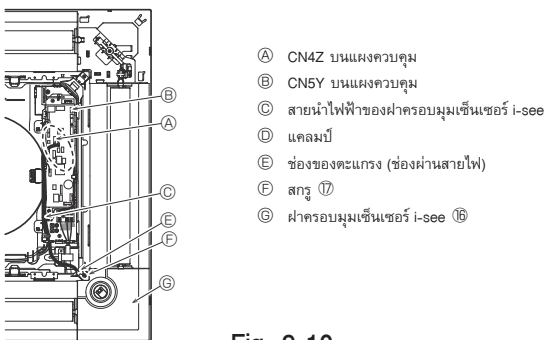

Fig. 9-10
9.4.6. การติดตั้งฝาครอบมุมเซ็นเซอร์ i-see (Fig. 9-10)